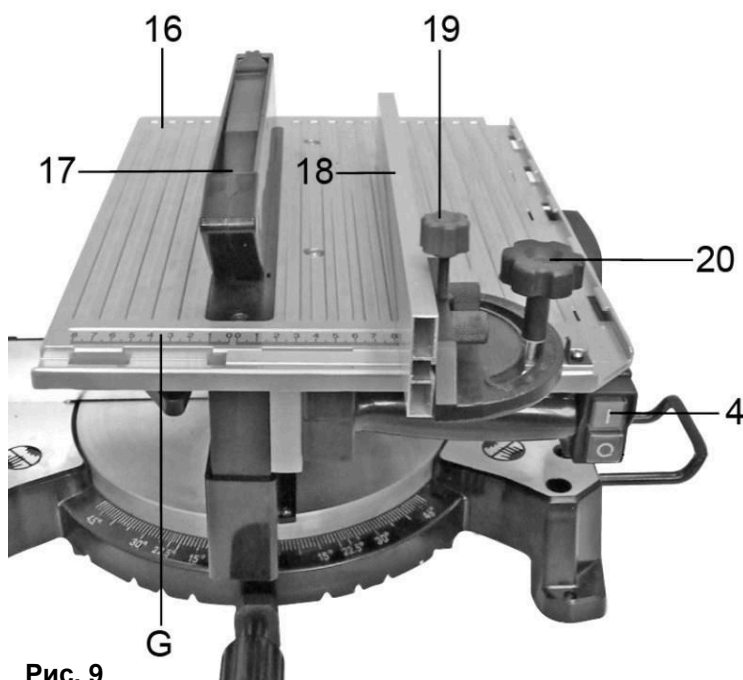
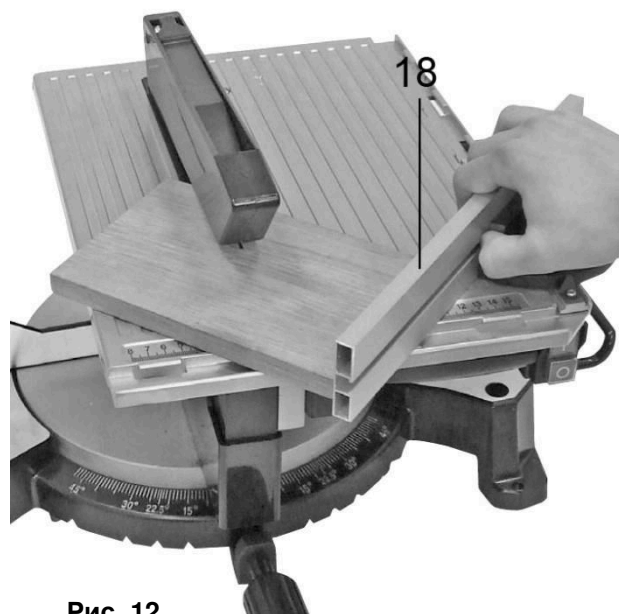

Рис. 9
Рис. 12
- Угловой упор (18) закрепляется на верхнем распиловочном столе (16) с помощью винтов-фиксаторов (19 и 20)(См. Рис.9).
- Подайте заготовку к пильному диску, перемещая направляющий упор (18) с транспортиром по пазу распиловочного стола (16)(См. Рис.9; 10).
- Зафиксируйте положение упора (18) винтами фиксации планки (19) и винтом транспорта (20) (См. Рис.9).
- Установите направляющий упор (18) под произвольным углом к пильному диску. Для этого отпустив винт (20) поверните транспортер и совместите соответствующую метку с указателем угла.
- Подайте заготовку к пильному диску, перемещая угловой упор (18) с транспортером по пазу рабочего стола (16) (См. Рис.12).